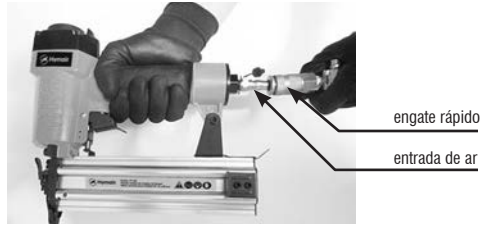

Fig. 2 – Conectando a mangueira de ar
- 2 - Conecte a ferramenta a rede de ar comprimido, pode-se utilizar um conector na entrada de ar da ferramenta e um engate rápido na mangueira (não acompanha) conforme indicada Fig. 2;